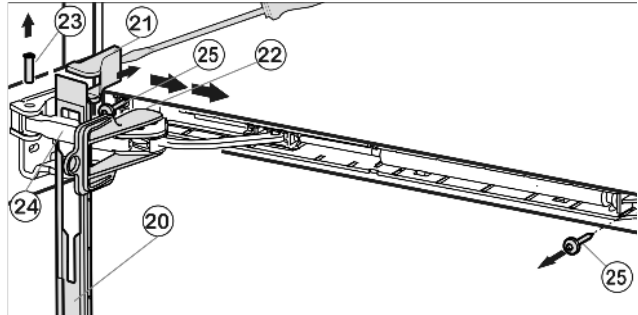

Fig. 10
- ▶ Blende über den Dämpferbügel *Fig. 10 (24)* in Richtung Gerät, nach vorne schieben.
- ▶ Sicherung *Fig. 10 (22)* in Langloch einrasten.
- ▶ Abdeckung *Fig. 10 (21)* mit Schraubendreher von der Außenseite her abheben und nach Außen abnehmen.
- ▶ Bolzen *Fig. 10 (23)* von unten rausdrücken.
- ▶ Dämpferbügel *Fig. 10 (24)* Richtung Tür drücken.
- ▶ Blende *Fig. 10 (20)* abnehmen.
- ▶ Gesamte Schließdämpfereinheit abschrauben (2 mal Torx® 15) *Fig. 10 (25)*.